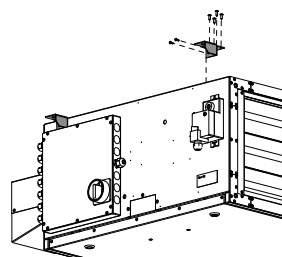

Рис. 10:
- Не проделывайте в корпусе никаких отверстий и не ввинчивайте в него винты. Это не относится к винтам крепежных уголков (рис. 10).